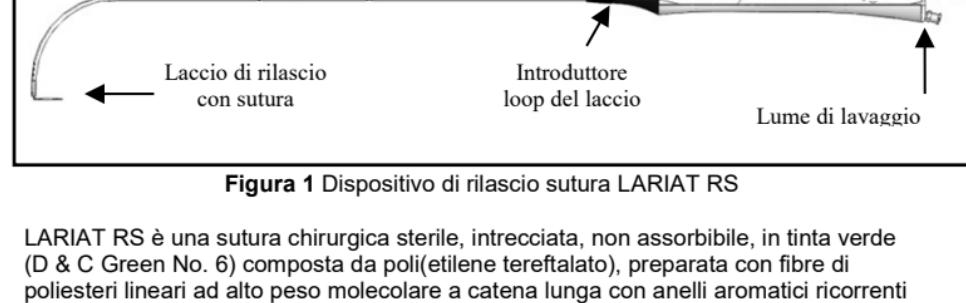

Figura 1 Dispositivo di rilascio sutura LARIAT RS
Il dispositivo di rilascio sutura LARIAT RS (Figura 1) è un dispositivo monopezzo e monouso per il rilascio e il posizionamento delle suture con loop di sutura in poliestere misura 0 preannodato e precaricato sul dispositivo. All'interno del dispositivo LARIAT RS è stato predisposto un lume per l'aspirazione, il lavaggio durante l'applicazione, la cattura o il rilascio della sutura LARIAT RS.
15. Individuare la linguetta di rilascio sutura rossa sull'estremità posteriore del dispositivo LARIAT RS come mostrato in Figura 1.